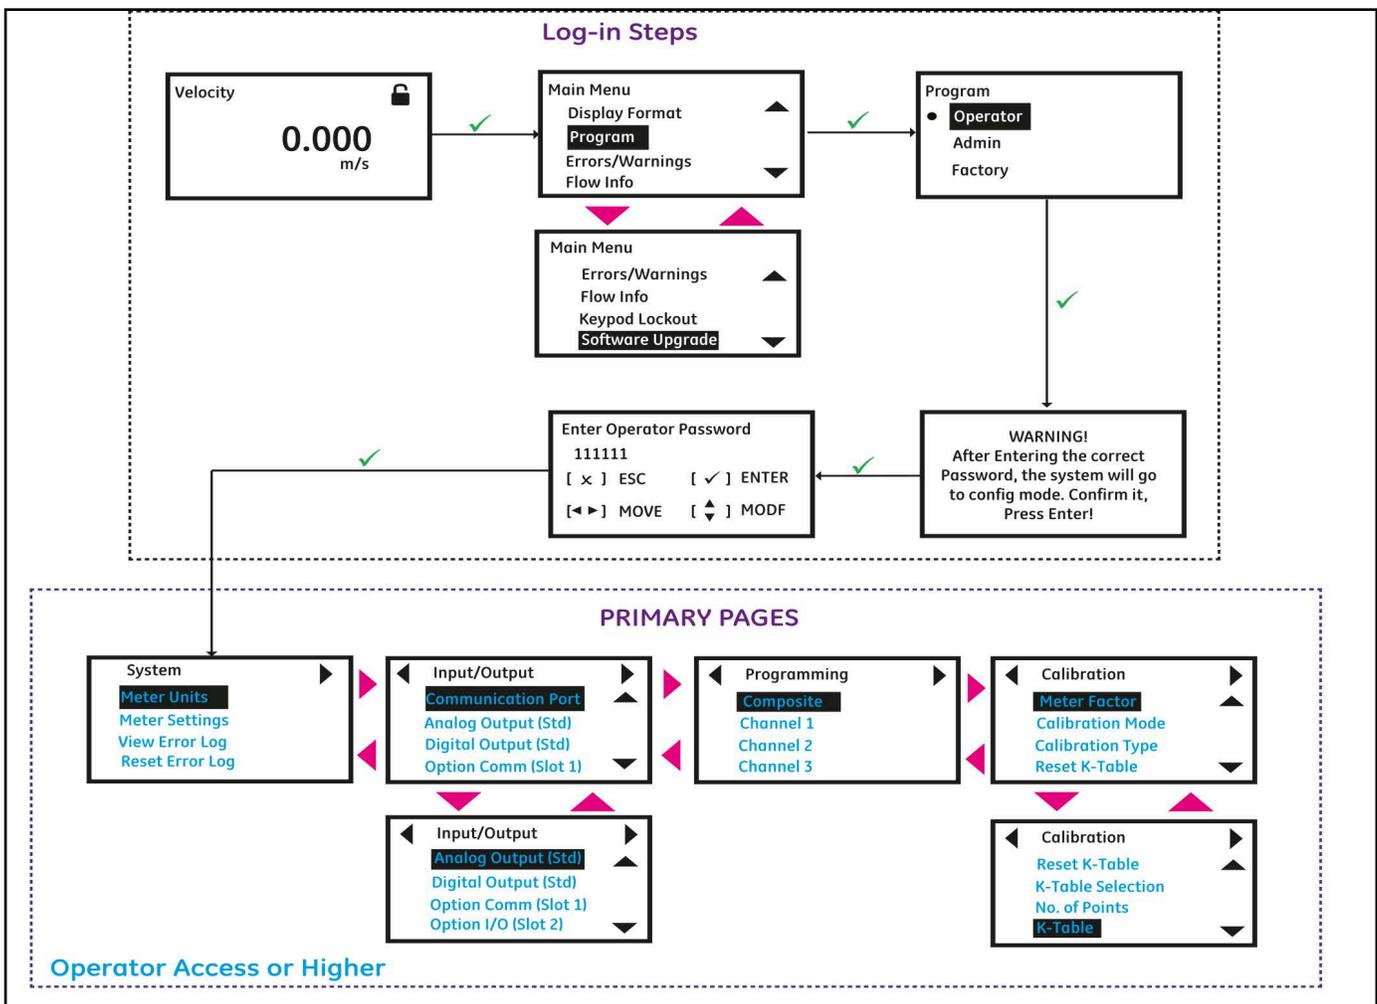

Figura 27: Pasos para iniciar sesión y páginas principales
5. Una vez completados los pasos de inicio de sesión, verá las páginas principales como se muestra en Figura 27. Para pasar de una página a otra, pulse [◀] o [▶] y para desplazarse a las opciones dentro de una página pulse [▲] y [▼].